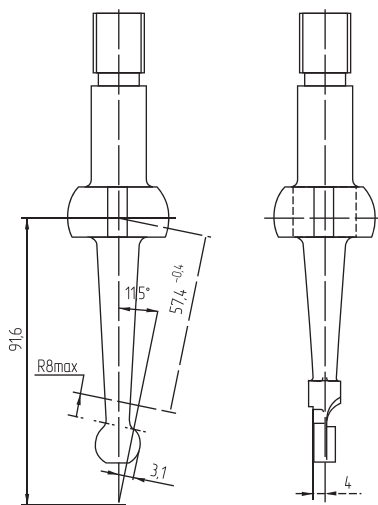

Рис. 18
4. Приобретите механизм переключения РК с каталожным номером 3163-00-1803010-00. При покупке убедитесь, что сам рычаг имеет конфигурацию согласно Рис. 18. Если до установки стоял однорычажный механизм старого образца, то возможно заменить рычаг переключения передач РК 3160-1803070 выпуска не ранее сентября 2009 г со специальной проточкой на нижнем конце рычага.